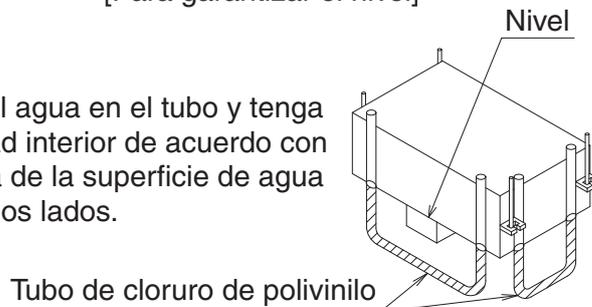

Fig. 6
- (4) Compruebe el nivel de la unidad. **(Refiérase a la Fig. 6)**
- (5) Retire la arandela de sujeción (7) utilizada para prevenir que la arandela de percha (3) se caiga y apriete la tuerca del lado superior.
- (6) Retire el papel de patrón de instalación (5).